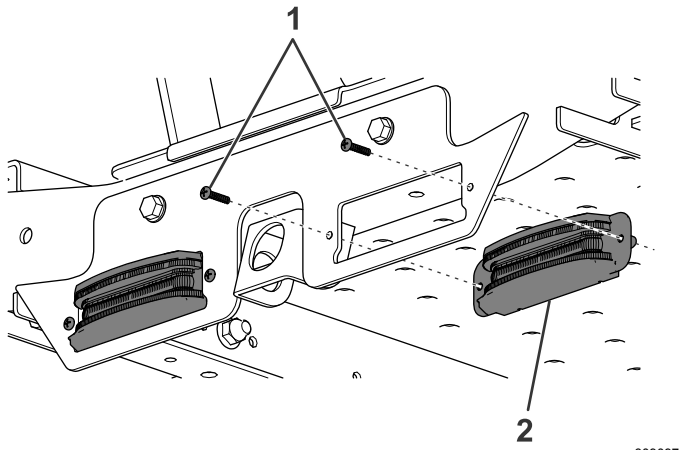
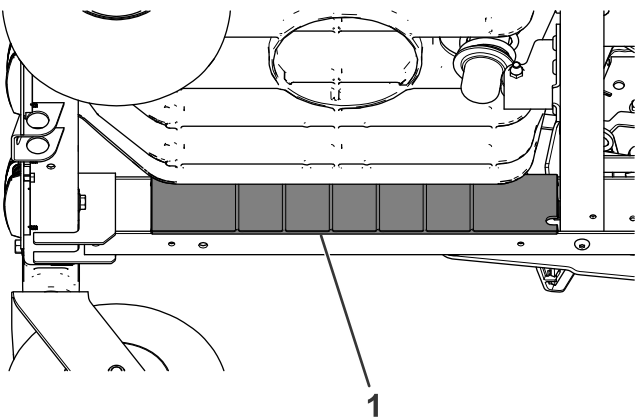

図4
図6
2. 図4に示すように、LEDライトを、取り付けプレートの後ろから固定するボルトM44本を使用する。
3. マイルド以外のマシンでは、ステップ5へ進む。マイルドマシンでは、ガードレールを固定しているボルト2本を外す図6と図6。
7. マイライド以外のマシンでは、ケーブルタイ 2 本を使ってフレームレールにワイヤハーネスを固定し、残りのケーブルタイでマシンのワイヤハーネスを固定する 図 10。マイライドマシンでは、先ほど外したガードレール取り付けの外したボルト 2 本を再利用する 図 6 と 図 4。